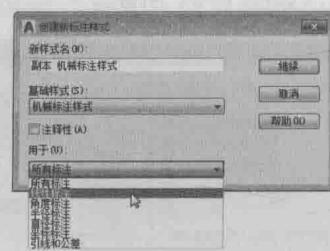

图 1-25 选择“线性标注”选项
1. 在“标注样式管理器”对话框的“样式”列表框中选择“机械标注样式”，单击“新建”按钮，弹出“创建新标注样式”对话框，在“用于”下拉列表中选中“线性标注”选项，如图 1-25 所示。
1. 在“标注样式管理器”对话框的“样式”列表框中选中“机械标注样式”，单击“新建”按钮，弹出“创建新标注样式”对话框，在“用于”下拉列表中选中“角度标注”选项，参见图 1-25。